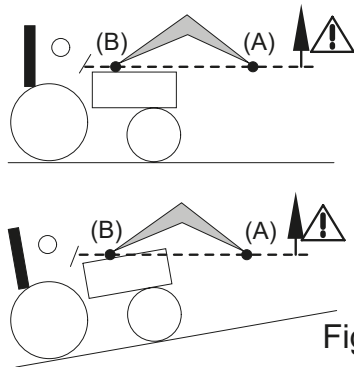

Fig. 2
- Verlies tijdens het heffen en het verplaatsen de lading niet uit het oog vanaf het moment dat het scharnierpunt van het werktuig (A) niet langer in het horizontaal verlengde van het scharnierpunt van de frontlader (B) ligt [zie Afb. 2]. Corrigeer indien nodig de positie van het werktuig, zodat de lading nooit naar de bestuurder gericht wordt [zie Afb. 3].
⚠ GEVAAR: Als de lading niet goed vastgezet is, loopt de operator het risico dat de lading valt wanneer het scharnierpunt van het werktuig (A) niet langer in het horizontaal verlengde van het scharnierpunt van de frontlader (B) ligt [zie Afb. 2].